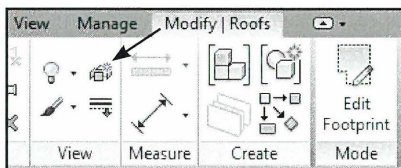

Fig. 15.21. Displace Element.
- Klik *Displace View* (Fig. 15.21).